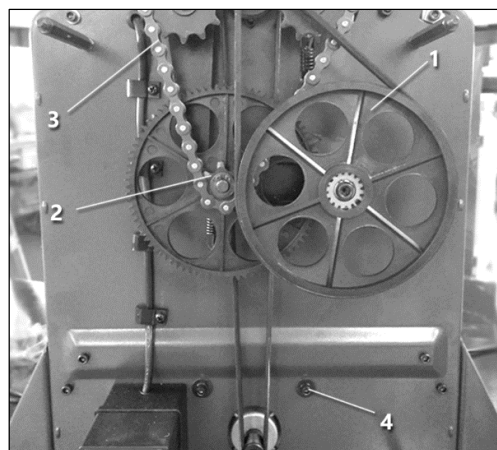

Рисунок 13.
- Снимите шкив **1**, звездочку **2** и цепь **3** (рис. 13). Используйте кольцесъёмник.